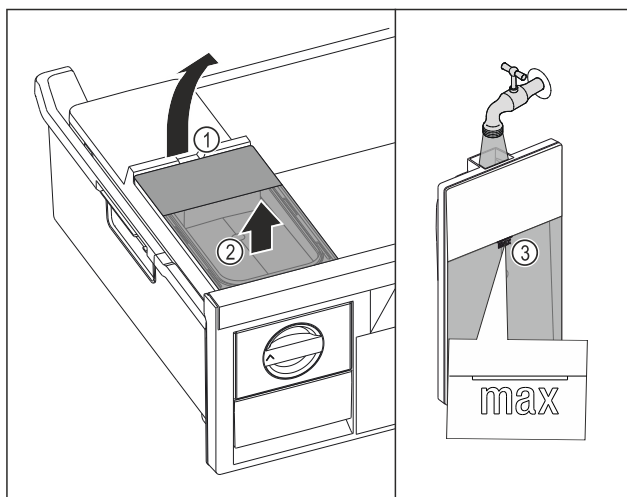

Fig. 71
- Løft vandtanken op til udsparringen Fig. 71 (1).
- Tag vandtanken ud fra oven. Fig. 71 (2)
- Fyld vandtanken med drikkevand op til mærket Fig. 71 (3).